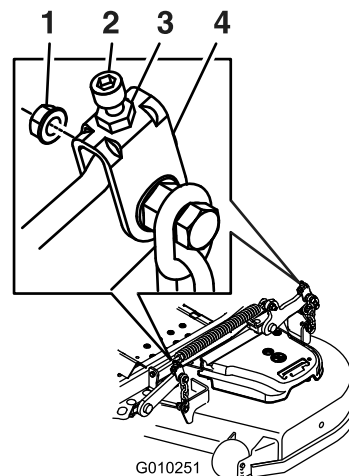

Figura 96
11. Para as plataformas do cortador mostradas na Figura 96, afine a porca de ajuste no conjunto de elevação da plataforma frontal rodando-a (Figura 96).
17. Regule o ajuste girando para a altura de 8,3 cm (Figura 96).